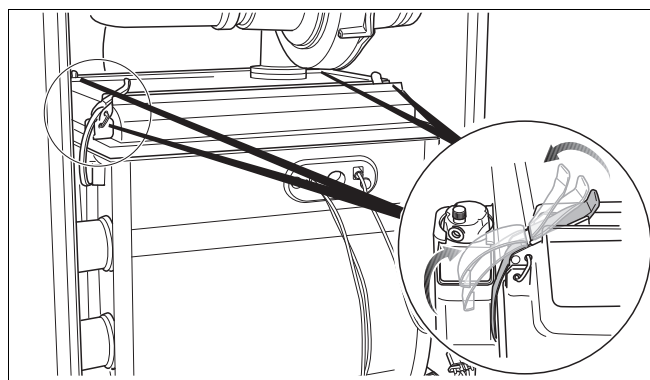

Fig. 80 Snelsluitingen openen
- Open de 4 snelsluitingen van het branderdekseel (→ fig. 80). De snelsluitingen staan onder spanning.
- Sluit de 4 snelsluitingen van het branderdekseel (→ fig. 80, pag. 63).